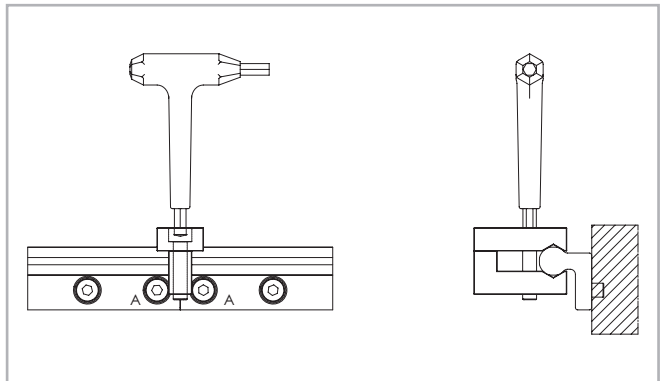

Fig. 28
- (3) Colocar el útil para alinear en la unión de guía y apretar ambos tornillos uniformemente hasta que las pistas de rodadura estén alineadas (véase Fig. 28).
- (4) Posteriormente al paso anterior (3) controlar si ambas guías se apoyan en plano sobre la superficie de montaje. Si ha quedado un hueco nivelarlo.